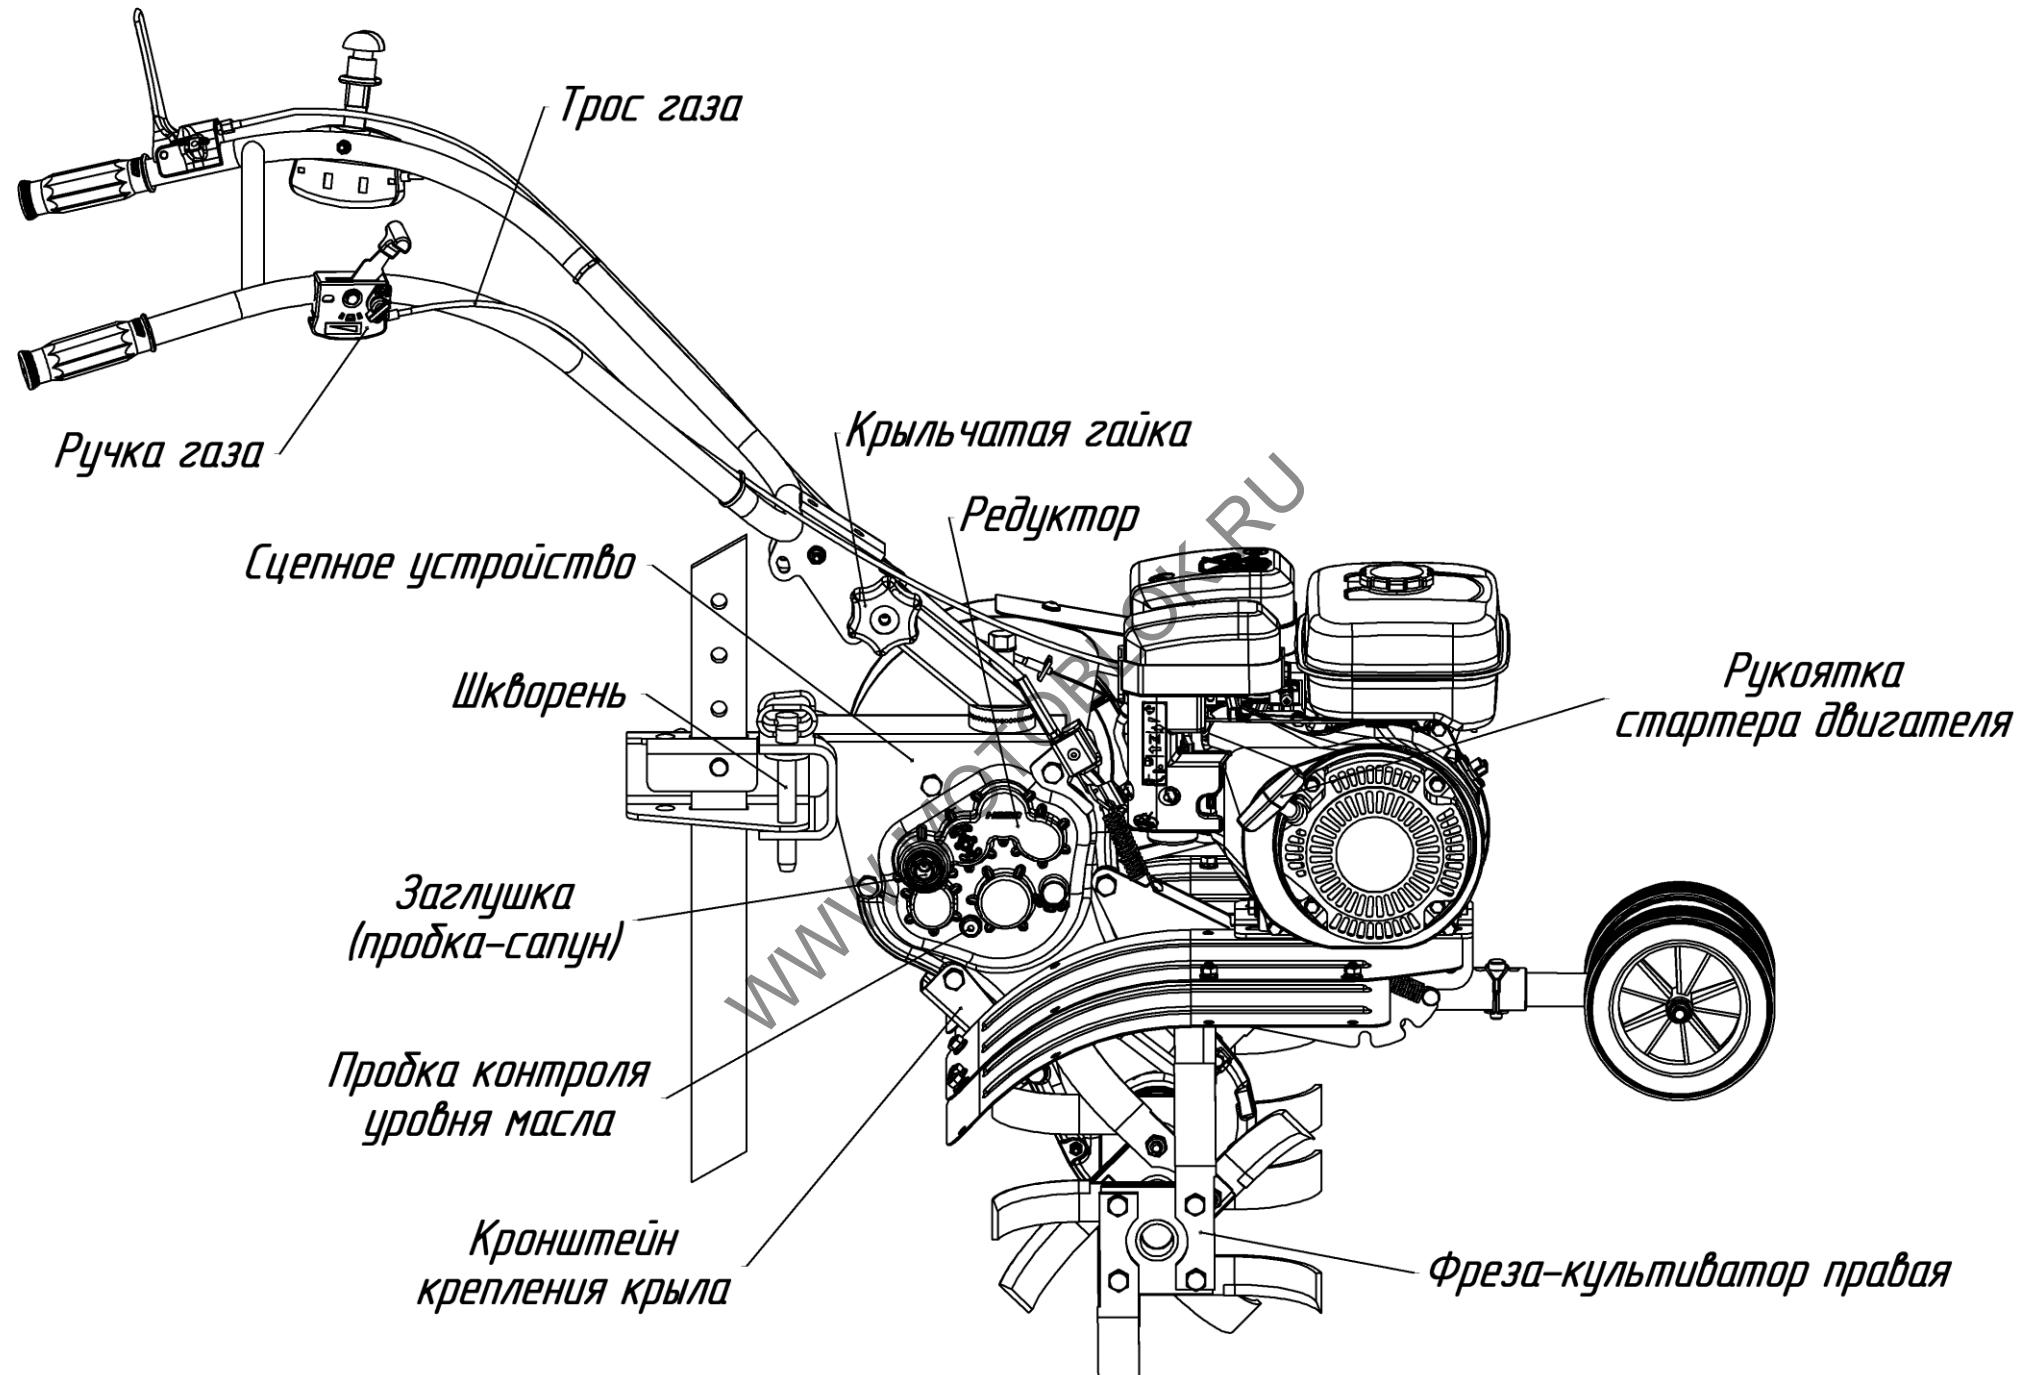

Рис.1 Мотокультиватор МК200. Общий вид (вид справа)
МК200 (рис.1, 2) – это одноосный универсальный силовой агрегат, предназначенный для работы с фрезами-культиваторами, состоящий из:
**Ручка газа** (рис.1, рис.7) – расположена на правой рукоятке руля, предназначена для управления положением дроссельной заслонки двигателя и его остановки.